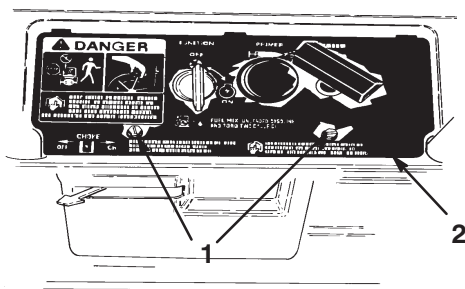

Figure 15
3. Enlevez les deux vis qui fixent le panneau de commande au carter (Fig. 15).